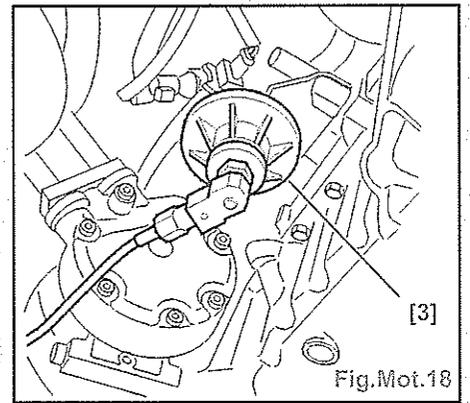

Fig.Mot.18
- Poser le raccord prise de pression d'huile moteur [3] en lieu et place du filtre à huile (Fig.Mot.18).